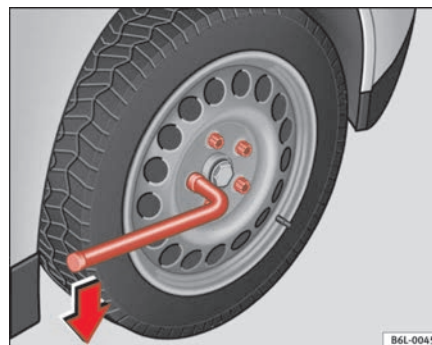

Abb. 135 Radwechsel: Radschrauben lockern
- Greifen Sie das Ende des Radschlüssels und drehen Sie die Schraube etwa eine Umdrehung nach **links** ⇒ Abb. 135.